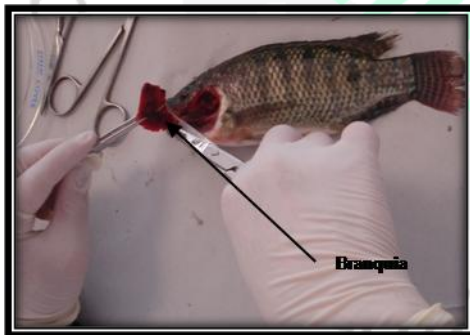

Ilustración 7. BRANQUIA
3. De manera aséptica, se toma una porción de tejido branquial (Ilustración 7)